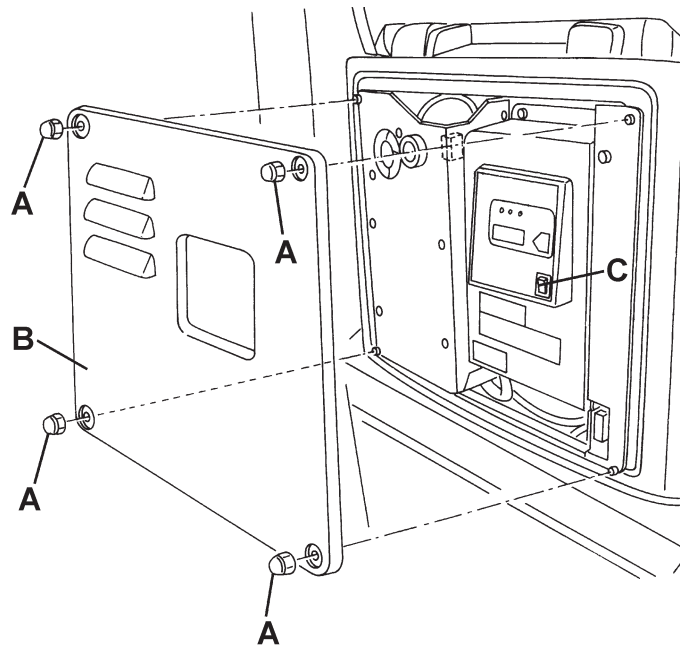

Abbildung 1
- Die Schrauben (A, Abb. 1) entfernen und die Tafel (B) verschieben.
- Den Wählschalter (C) auf „WET“ oder „GEL“ anhand des eingebauten Batterietyps stellen.
- Die Tafel (B) installieren und die Schrauben (A) anziehen.